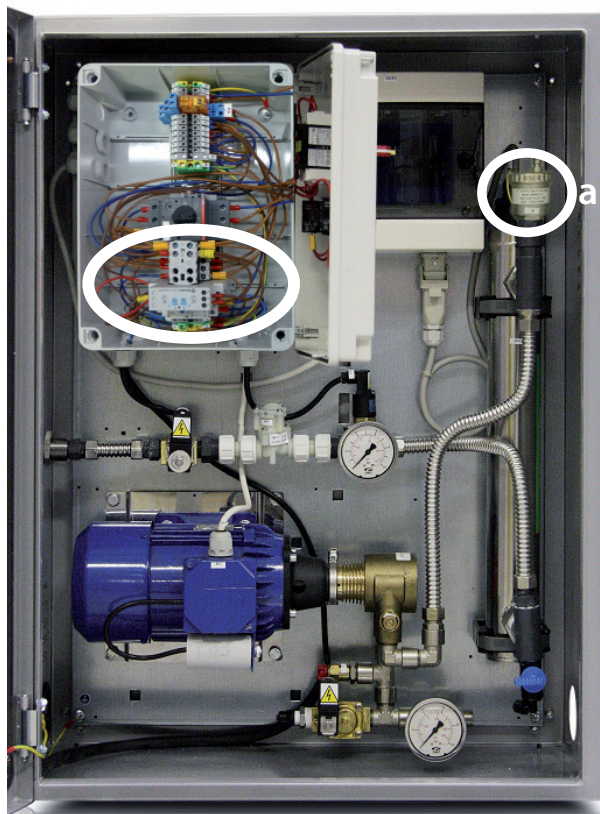

Fig. 5.a
9. s'assurer que l'interrupteur du discontacteur magnétothermique Q est sur « 1 » (Fig. 5.a);
Remarque: pendant quelques secondes, lors du démarrage de la pompe, quelques gouttes d'eau pourraient sortir de l'électrovanne de vidange (réf. "a" - Fig. 5.a).